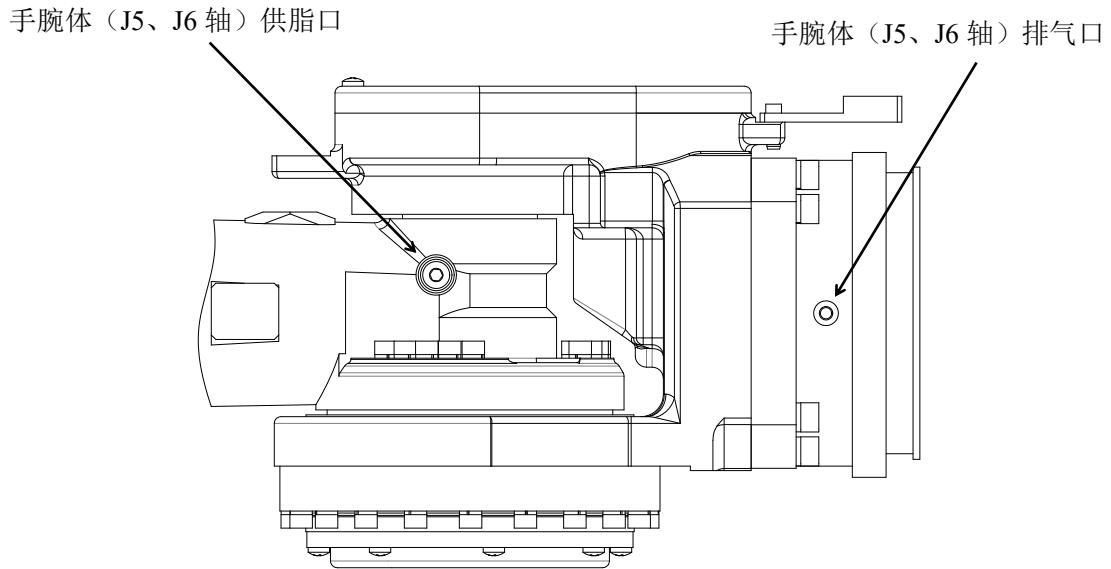

图 4-1 机器人供脂口和排气口分布图
- 3) 拆下润滑油供、排油口的内六角螺塞 M10×1，见图 4-1